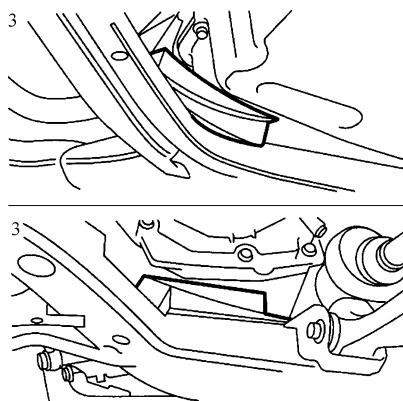

图 7-39 步骤 3) 操作示意图
- 3) 在油底壳和副车架之间以及变速器与副车架之间塞入楔子，如图 7-39 所示。